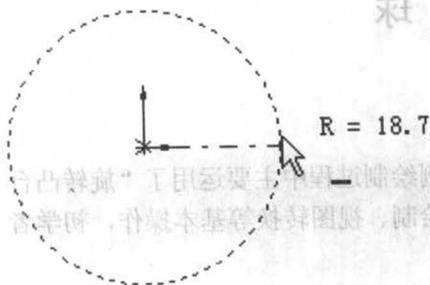
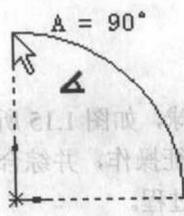
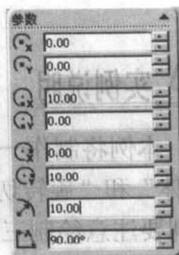

图 1.17 绘制圆弧起点
图 1.18 绘制圆弧终点
图 1.19 修改圆弧参数
(3) 选择前视基准面，显示发生改变，前视基准面自动变为正视。
(4) 单击草图绘制工具栏上绘制圆心/起/终点画弧的按钮.
(5) 将鼠标指针移到草图原点处，单击原点，移动鼠标指针再单击设定圆弧起点，如图 1.17 所示。然后移动鼠标指针来生成圆弧，圆弧的度数随鼠标指针的移动而动态改变，如图 1.18 所示。
(6) 再次单击即完成圆弧，设置圆弧半径为 10mm，圆弧度数为 90°。
**提示：** 可以通过左窗格中拉伸 PropertyManager 的 FeatureManager 设计树准确标注尺寸和度数，如图 1.19 所示，再单击确定修改。